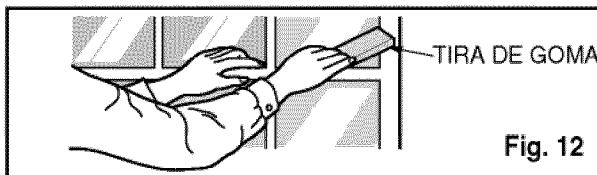

Fig. 12
8. Corte la tira de goma a la medida apropiada e introduzcala entre la parte superior e inferior de la ventana. (Ver Fig. 12)